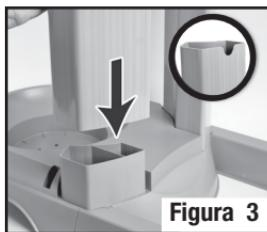

Figura 3
**2. Anexe los Pedestales Verticales.** Inserte el Pedestal Vertical Izquierdo y el Pedestal Vertical Derecho sobre las correspondientes torres que están sobre la base. Las terminaciones con forma de "U" deben quedar en la parte superior. Presione hacia abajo para asegurarlas (Figura 3).